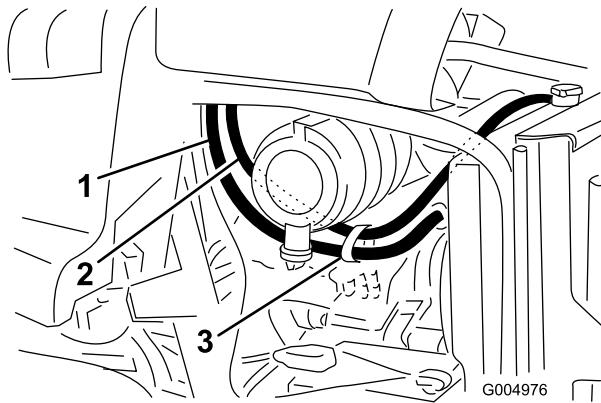

Bild 14
1. Verlegen Sie den Schlauch hinter den Überlaufbehälter des Kühlers, nach oben an der rechten Seite des Kühlers, über die Oberseite des Kühlers zur linken Seite und unter dem Luftfilter, wie in Bild 14 abgebildet.